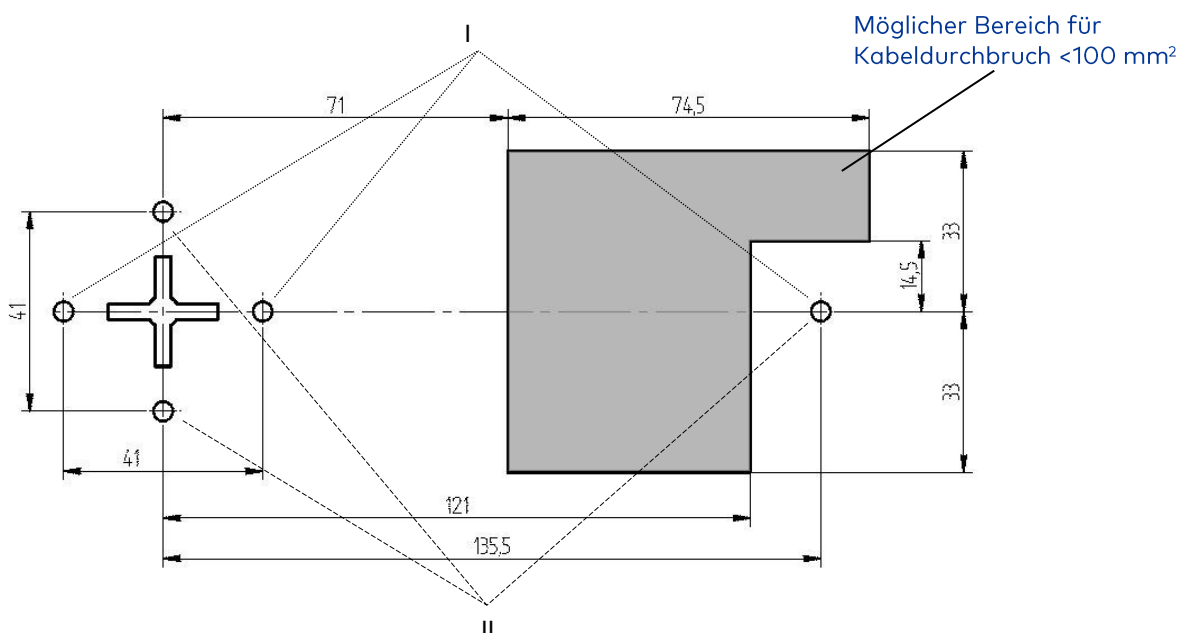

Abbildung 7: Bohrlöcher Bedieneinheit und möglicher Bereich für Kabeldurchbruch
Zur Montage der Eingabeeinheit sind zunächst 3 Bohrungen mit M4 Gewinde gemäß der Abbildung 7 erforderlich. Es sind zwei Verschraubungsmöglichkeiten gegeben. Diese sind in der Abbildung 7 mit I bzw. II dargestellt. Je nach Einbaulage muss die Abbildung 7 gegebenenfalls entsprechend der Tabelle 5 gedreht werden.
Darüber hinaus wird ein weiterer Durchbruch in der Schranktür benötigt, der als Kabeldurchführung für das Verbindungskabel (12) zwischen Schloss (1) und Eingabeeinheit (8 + 11) verwendet wird. Die Größe des Kabeldurchführungsloches darf maximal 100 mm² betragen (z.B. eine Bohrung max. Ø11,25) und muss innerhalb der grau markierten Flächen der Abbildung 7 positioniert werden.
Das Combi B 30 / B 90 Basisteil (11) ist nun mit den drei beiliegenden Schrauben (9) wie in Abbildung 7 dargestellt auf der Behältnistür anzuschrauben (Bohrlochspezifikationen siehe Kapitel 4.2). Dabei ist auf eine saubere Kabelführung zu achten: